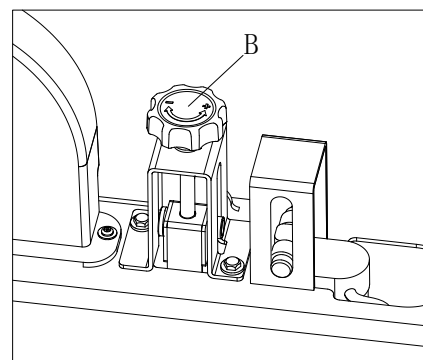

Figura 21
- Gire o regulador da escova principal (B, Figura 21) no lado direito da máquina, como mostrado abaixo: